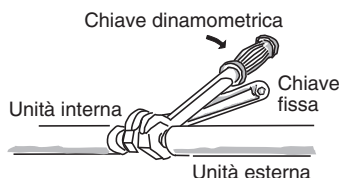

Fig. 5-6
- (2) Per serrare i dadi svasati, applicare la coppia di serraggio specificata.
- Per rimuovere i dadi svasati dai raccordi dei tubi, o per serrarli dopo aver collegato i tubi, usare due chiavi regolabili. (Fig. 5-6)